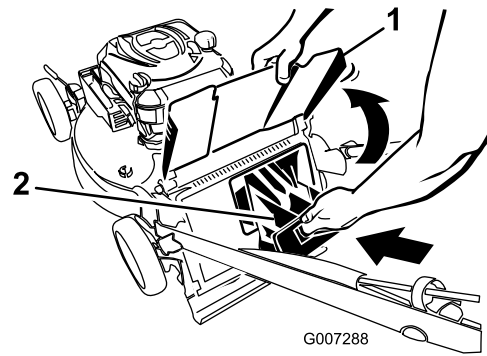

Figure 26
**Important:** Vérifiez que l'obturateur de l'éjecteur arrière est bien verrouillé en place. Pour enlever l'obturateur : relevez le déflecteur d'éjection arrière (Figure 26), appuyez fermement sur l'obturateur jusqu'à ce qu'il s'enclenche en position derrière les pattes, et tournez le levier situé sur l'obturateur vers la gauche (Figure 25).